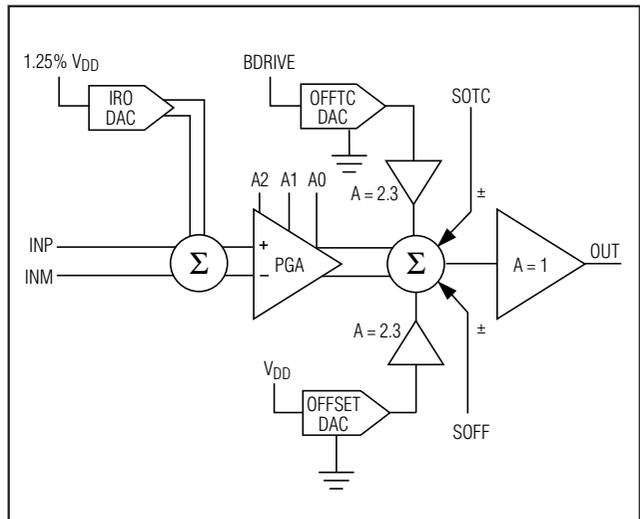

図2. 信号経路ブロック図
オフセットTC DACを使って、出力加算ジャンクションに加えられる $BDRIVE$ 電圧の量を調節して下さい(図2)。
- 差動からシングルエンドへの出力バッファ(図2)